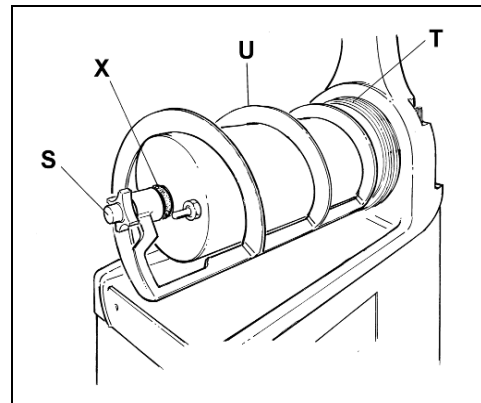

Fig. 5
- **D**évisser le bouton de fixation S dans le sens des aiguilles d'une montre (filetage à gauche) et procéder à l'extraction du groupe de mélange U et des joints d'étanchéité X et T (voir fig.5).
- Procéder au remontage du groupe de mélange (fig. 5) en effectuant les opérations suivantes :